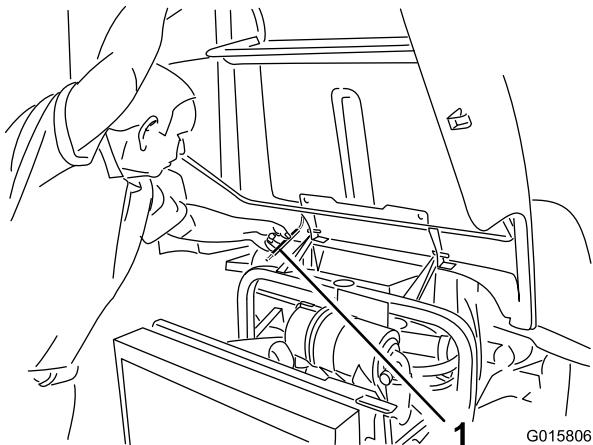

Figura 26
- Levante el capó hasta que la varilla pueda colocarse detrás del tubo del bastidor (Figura 26).